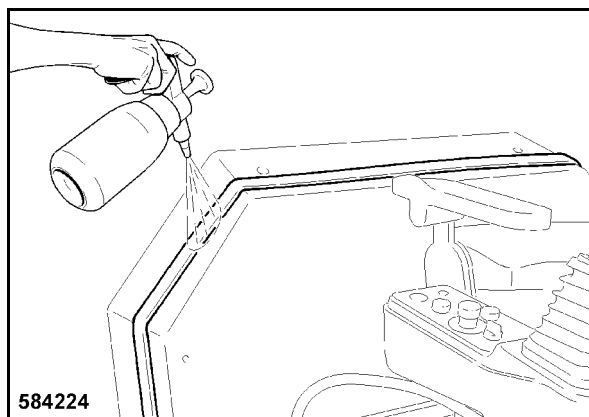

fig. 171
- Enduire la bande d'étanchéité avec de l'eau savonneuse (fig. 171), afin de faciliter la mise en place de la cabine lors du montage.